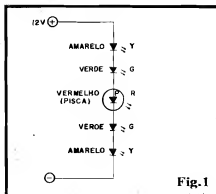
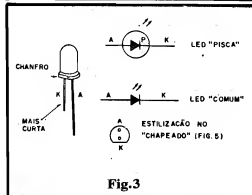

Fig. 1
Fig. 3
- FIG. 1 - O DIAGRAMA ESQUEMÁTICO DO CIRCUITO - Pouca coisa mais do que... NADA! É isso mesmo...! Conforme o Leitor Hobbysta vê da fig. 1, "aparentemente" o circuito do BARRA-PISCA tem apenas os LEDs, em número de 5, "enfileirados" numa ligação convencional "em série"... Nenhum resistor, nenhum capacitor, nenhum transistor ou Integrado! Os que já lidaram com LEDs (e conhecem seus parâmetros e características) não terão muita dificuldade em perceber a razão do "acendimento" dos ditos Diodos Emissores de Luz, dispostos na forma mostrada... Entretanto, qual o motivo da "piscagem"...? Para entender o que acontece, vamos inicialmente referenciar bem os componentes mostrados no esquema: os dois LEDs "de cima", e os dois "de baixo", na "pilha", são comuns... As letras Y-G-R codificam (das iniciais em inglês...) os componentes pelas suas cores, respectivamente Amarelo (yellow), Verde (green) e Vermelho (Red). O LED "do meio", contudo, é um componente um pouco diferente (o que dá prá notar do seu próprio símbolo, circundado por uma linha, e contendo internamente a letra "P", de "pisca"...). Vejamos os detalhes, a seguir...
"chave eletrônica" e o Oscilador de comando do mesmo encapsulamento onde, tradicionalmente, "cabia" um LED comum! Dessa maneira, "por fora", o componente nada difere dos seus companheiros "que não piscam"! Voltando agora, à fig. 1, vemos que todos os 5 LEDs (um "pisca" e quatro "comuns"... encontram-se "enfileirados" ou "empilhados"... Dessa maneira, a "chave eletrônica" interna do LED "pisca" (o do centro, na "fila") pode comandar, simultaneamente, todo o conjunto, simplesmente permitindo e inibindo, periodicamente, a passagem geral da Corrente responsável pelo "acendimento" dos LEDs... A ausência de qualquer resistor limitador se explica também facilmente: cada um dos LEDs "comuns" determina uma queda de potencial (ou de "voltagem") em torno de 1,8 a 2,0 volts; já o LED "pisca" (pela presença da circuitagem interna de comando...) estabelece um diferencial de Tensão em torno de 4,5V... A totalização das "necessidades de Voltagem" da "fila", portanto, resulta em valor muito próximo dos 12V indicados, com o que simplesmente nenhum valor resistivo precisa ser adicionado à "fila"! Em outras palavras: o LED "pisca" mais os 4 LEDs "comuns", precisam quase que exatamente de 12V para que neles se estabeleça a Corrente capaz de fazê-los "acender" (sem exageros que possam "queimá-los"...)! Agora, é bom não esquecer do seguinte: essa é uma condição confortável e econômica, mas
FIG. 3 - IDENTIFICANDO TERMINAIS DO LED "PISCA" E DO LED "COMUM" - Uma das razões de recomendarmos o uso de LED "pisca" vermelho, e de LEDs "comuns" verdes e amarelos, é justamente para prevenir confusões ou "trocas" inadvertidas durante a montagem! Como (salvo as cores, no caso...) as aparências são absolutamente idênticas, essa é uma providência óbvia para evitar "embanamentos"... A figura mostra a aparência geral dos LEDs (todos eles...), enfatizando que o terminal de cátodo (K) é sempre o mais curto, e/ou o que sai da peça junto a um pequeno chanfro lateral... A outra "perna", obviamente, é o anodo (A). Observem, no diagrama, a diferenciação adotada para os símbolos do LED "pisca" e dos LEDs "comuns" (comparem com o "esquema" - fig. 1). No "chapeado" da montagem do BARRA-PISCA, os LEDs serão todos representados pela estilizização indicada também na figura, onde o lado "chanfrado" é nitidamente indicado, de modo a - mais uma vez - prevenir inversões quando da inserção e soldagem...
TAGEM - A plaquinha, agora, é vista pelo seu lado não cobreado, já com os 5 LEDs colocados. Atenção a dois pontos fundamentais: a posição dos chanfros (rever fig. 3, se ocorrerem dúvidas...) e as cores dos LEDs, com os amarelos (Y) nos extremos, os verdes (G) na segunda e penúltima posições e o vermelho, pisca (P-R) no centro. Notem as duas ilhas (furações) extremas, marcadas com (+) e (-), destinadas respectivamente às conexões de alimentação positiva e negativa (dos necessários 12 VCC).